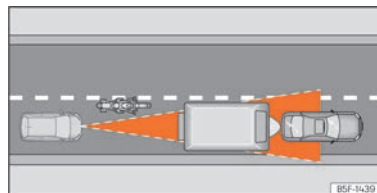

Fig. 118 Motociclista circulando por delante fuera del radio de acción del sensor de radar.
- Vehículos que circulen desalineados o fuera de la zona de detección del sensor, por ejemplo, motocicletas >>> **fig. 118**.